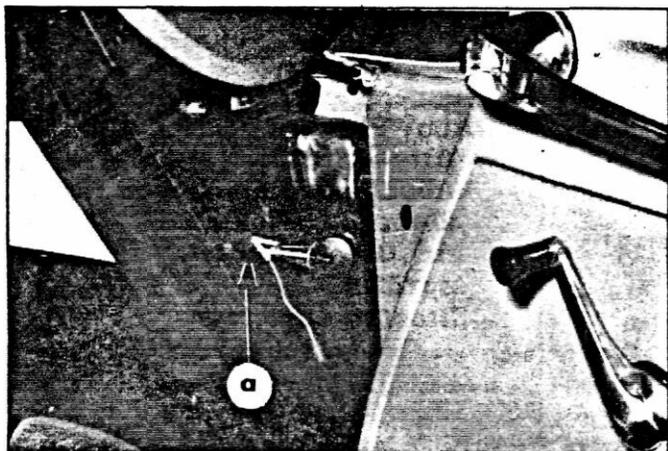

Abb. 11
5. Vorderer Türholm, (Abb. 11)